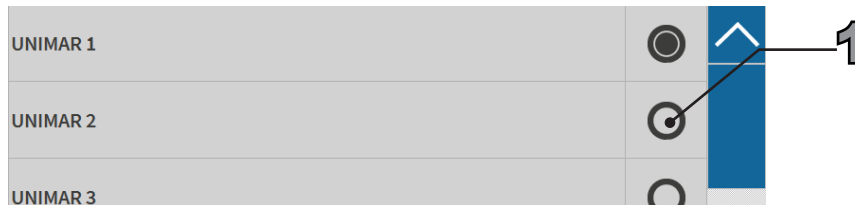

Abb.5. Messmodul ME Benennung der Sensoren.
- Die für Messprozesse eingesetzten **Sensoren** (Pos. 1 Abb.5 auf Seite 15) werden als T1 und T2 bezeichnet.